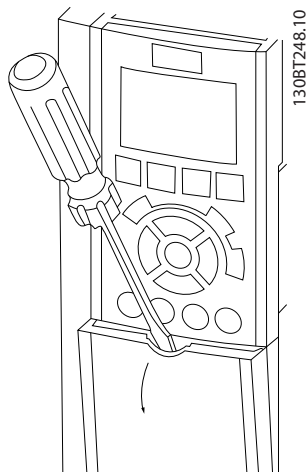
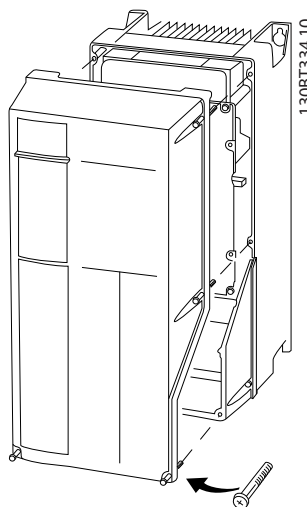

Abbildung 4.3 Zugang zur Verkabelung bei Gehäusen der Schutzarten IP20 und IP21
Abbildung 4.4 Zugang zur Verkabelung bei Gehäusen der Schutzarten IP55 und IP66
- Entfernen Sie die Abdeckung mithilfe eines Schraubendrehers (siehe *Abbildung 4.3*) oder durch Lösen der Befestigungsschrauben (siehe *Abbildung 4.4*).